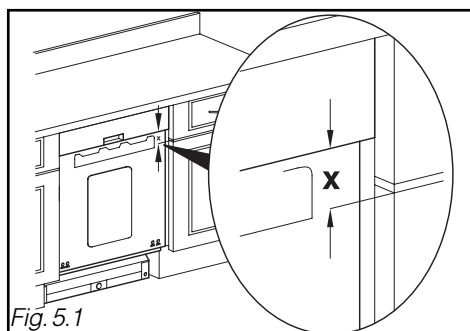

Fig. 5.1
- Medir a cota X entre a parte inferior do painel e a parte superior da porta do móvel adjacente (Fig. 5.1)